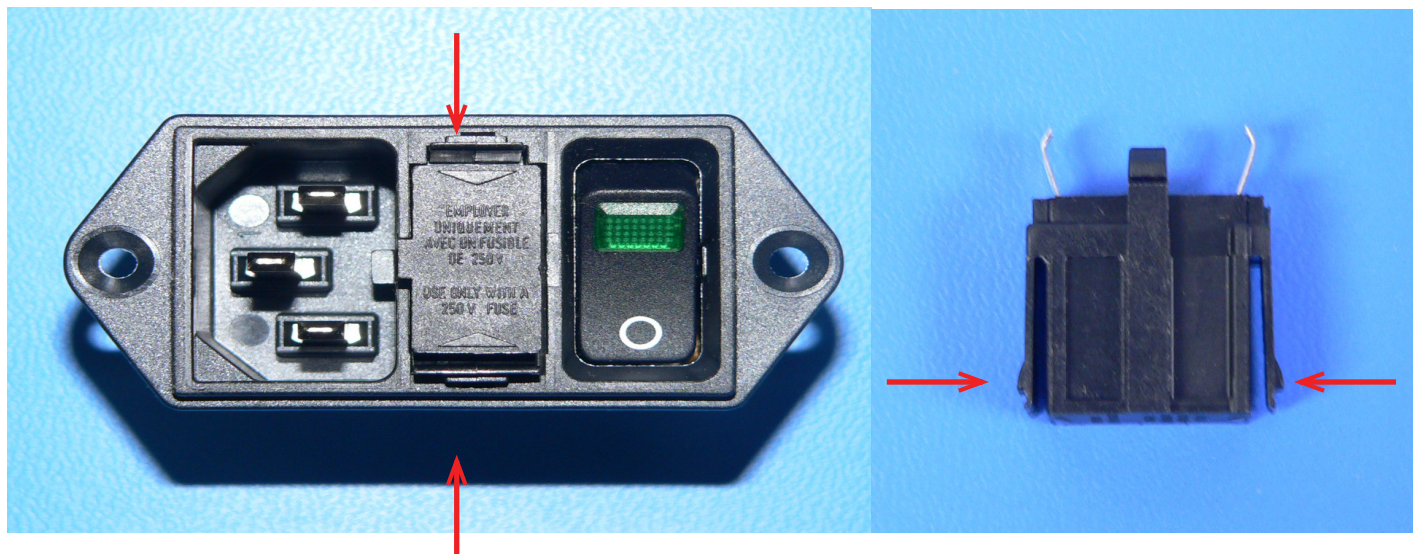

Figura 18: Abas da caixa de fusíveis
2. Usando o alicate de bico longo, retire cuidadosamente a caixa de fusíveis do módulo de entrada de energia pressionando as abas da caixa de fusíveis nas ranhuras, conforme mostrado na Figura 18.